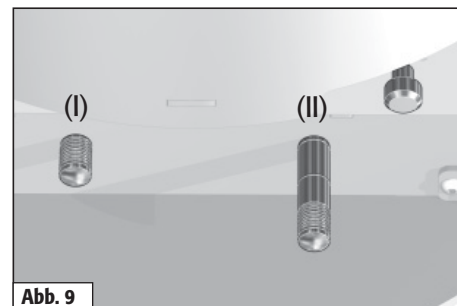

Abb. 9
Sekundärluft einstellen.	Sekundärluftschieber (II) auf Markierung 2. (s. Abb.9)